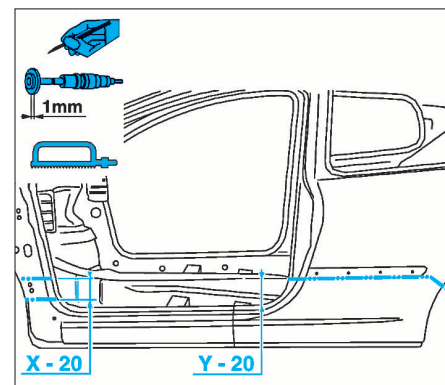

FIG. 89
- Tracer, découper et dépointer selon (Fig.89 à 91).